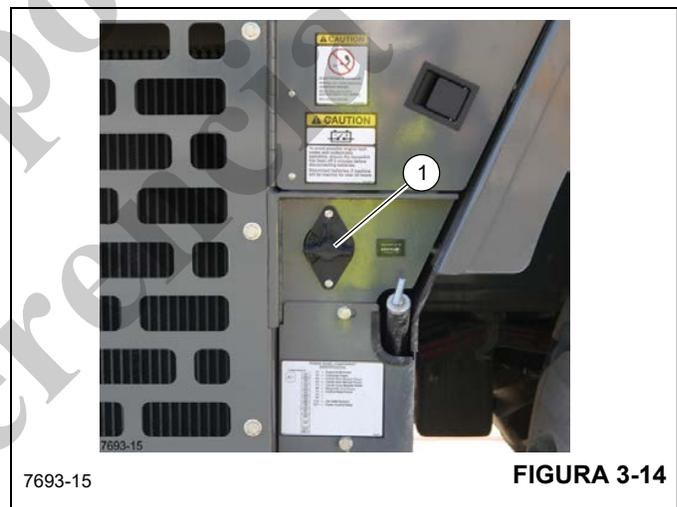

FIGURA 3-14
Compruebe que la manija del interruptor de las baterías (1) (Figura 3-14) esté en la posición de encendido.